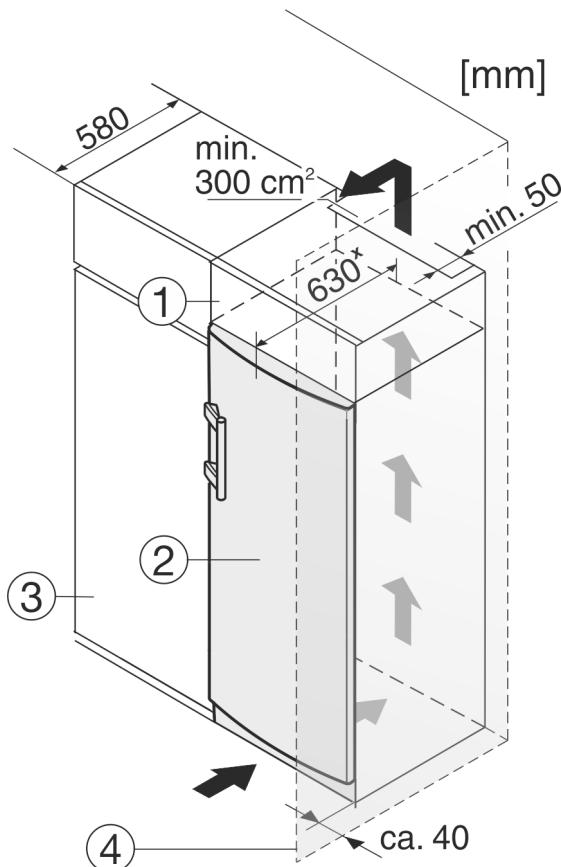

Fig. 12
Zariadenie môže byť zabudované medzi kuchynskými skriňami. Aby sa zariadenie Fig. 12 (2) prispôsobilo výške kuchynskej linky, môže sa nad zariadením umiestniť nadstavná skrinka Fig. 12 (1).
Pri vstavaní s kuchynskými skriňami (hlbka max. 580 mm) je možné zariadenie inštalovať priamo vedľa kuchynskej skrine Fig. 12 (3). Zariadenie vyčnieva nabok 34 mm a v strede zariadenia 50 mm oproti prednej časti kuchynskej skrine.
Ak je zariadenie umiestnené so zavesením vedľa steny Fig. 12 (4), vzdialenosť medzi zariadením a stenou musí byť minimálne 40 mm. To zodpovedá presahu držadla pri otvorených dverách.